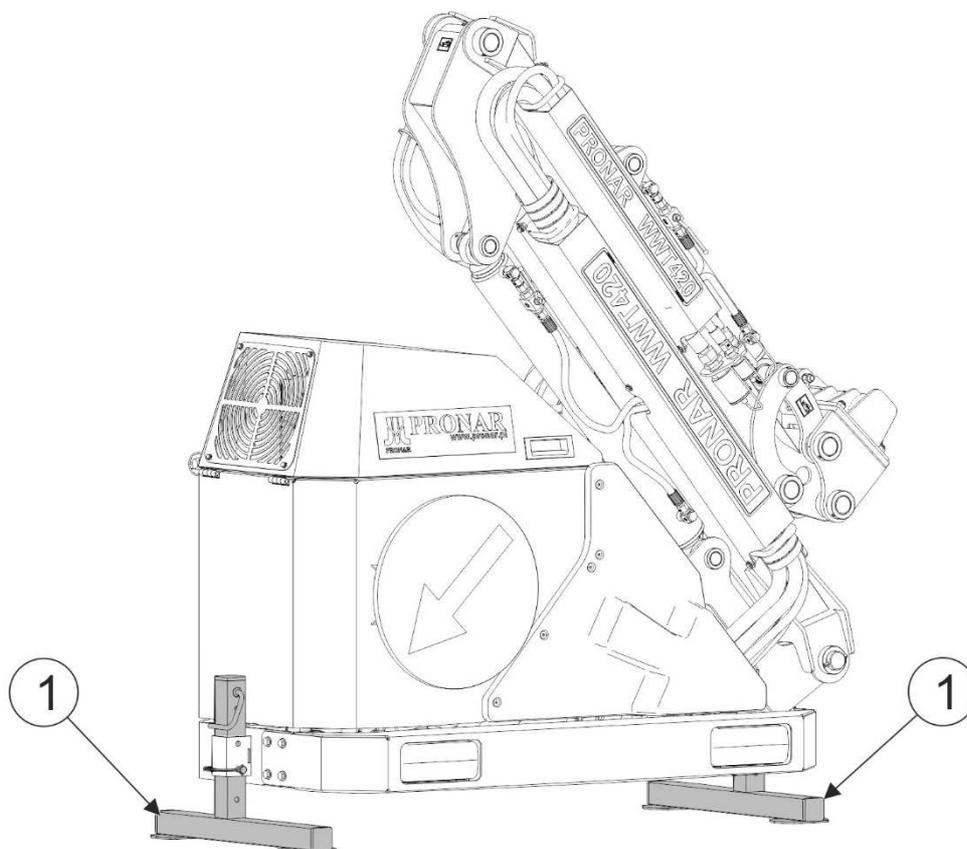

РИСУНОК 1.2 Положение универсальной стрелы во время погрузки.
На время погрузки и транспорта универсальная стрела должна стоять на выдвинутых с двух сторон стрелы опорах (1) (РИСУНОК 1.2), заблокированных на одинаковой высоте.